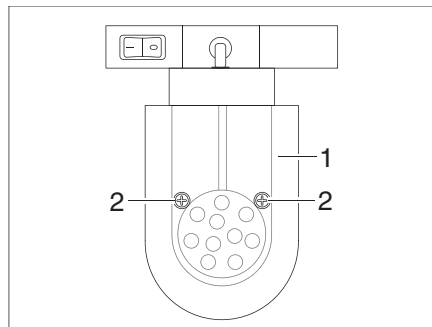

Bild 381 LED-Spotleuchte (verschiebbar)
- Befestigungsschrauben (Bild 381,2) lösen.
- Lampenglas (Bild 381,1) vorsichtig abnehmen.